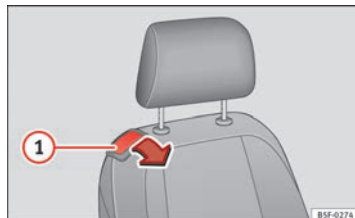

Fig. 79 Asiento del acompañante: palanca para abatir el respaldo
- Tire de la palanca ① ⇒ fig. 79 y empuje el respaldo hacia adelante de forma que el respaldo quede en posición horizontal.